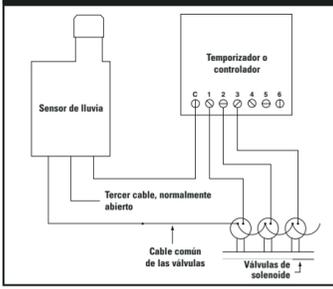

FIGURA 3: Cableado
B. per sistemi d'irrigazione con elettrovalvole 24 volt e pompa (vedi figura 3). Portare il filo comune delle elettrovalvole e il filo comune del relay per la partenza della pompa in prossimità della centralina. Se i fili sono collegati all'uscita comune della centralina scollegare i fili. Collegare i entrambi i fili (filo comune elettrovalvole e filo comune relay) con uno dei fili del sensore pioggia. Poi attaccare il secondo filo del sensore pioggia all'uscita comune della morsetteria.